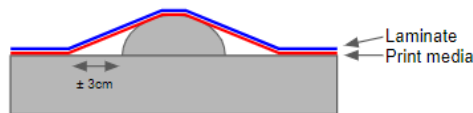

Fig.10
- 1) Coloque el film sobre la superficie completa, dejando un margen de aproximadamente 3 cm entre la superficie plana y la superficie de alrededor de los remaches. *Fig.10*